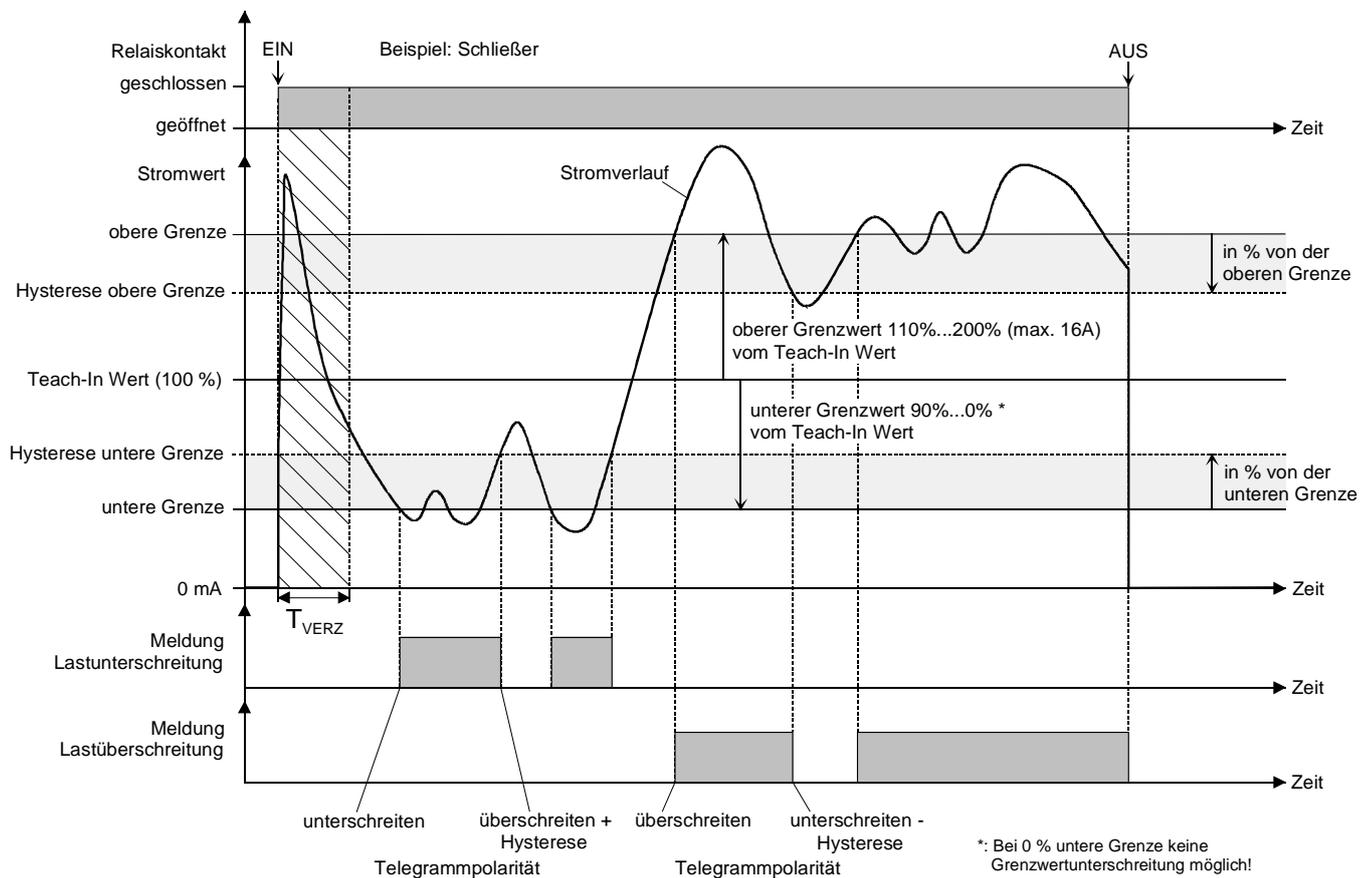

Fig. 18: Lastüberwachung mit Teach-In (exemplarischer Stromverlauf)
- Die Überwachung erfolgt mit im laufenden Betrieb einlernbaren Stromgrenzwerten (Teach-In). Diese Einstellung ist beispielsweise für änderbare Lasten anwendbar. Der Teach-In-Vorgang wird durch ein separates Kommunikationsobjekt je Ausgang eingeleitet. Dabei wird der zum Zeitpunkt des Teach-In eingestellte Laststrom gemessen und im Aktor dauerhaft gespeichert. Die Lastgrenzen leiten sich dann relativ aus dem eingelernten Laststrom durch eine feste ETS-Parametervorgabe ab (vgl. Fig. 18).